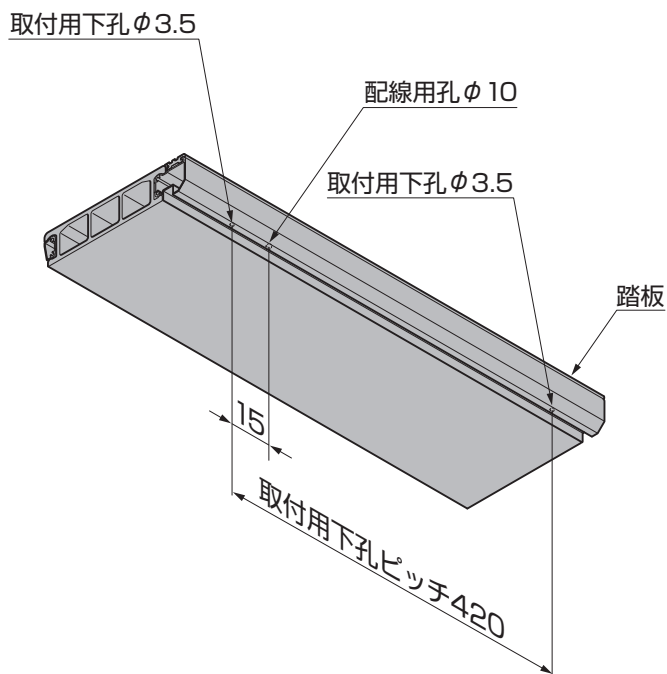

図5-1
- ①踏板のLEDユニットを取付ける位置に、取付け下孔φ3.5と配線用孔φ10をあけてください。(図5-1参照)